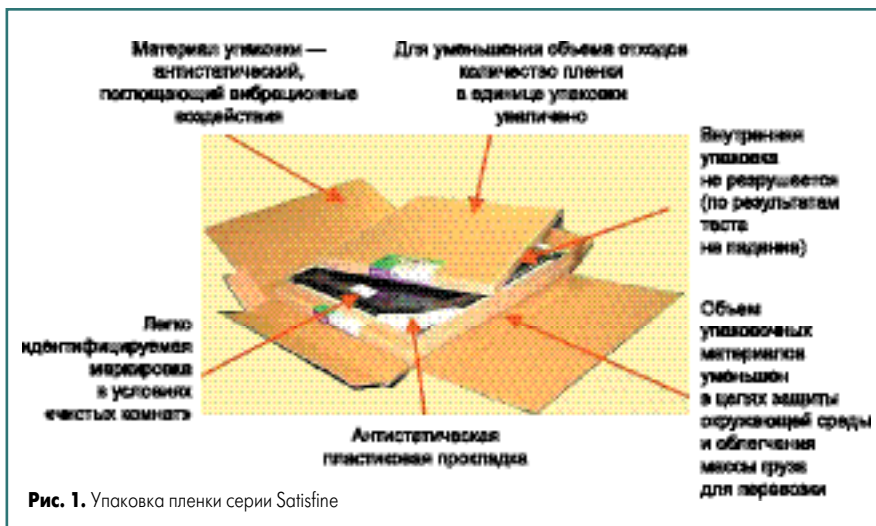

Рис. 1. Упаковка пленки серии Satisfine
- Специальная упаковка (рис. 1) защищает материал от повреждений и сохраняет оптимальную влажность во время хранения.